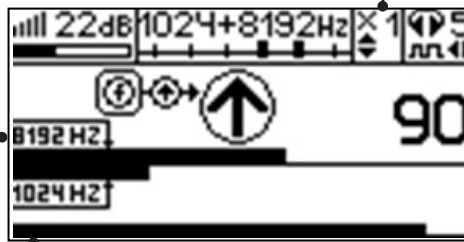

Рис.4.4
4. «Назначение» производится нажатием кнопки **f** при расположении датчика точно над «выделенной» коммуникацией, считающейся «своей». После этого указатель направления сигнала приобретает вид - (↓). При переходе на «чужую» коммуникацию с другим «направлением сигнала» (или при изменении положения датчика на «обратное») раздастся звук и стрелка покажет «направление сигнала - назад (↓)» (рис.4.4)
**Методика:** Производя трассировку с применением ЭМД на низкой активной частоте (512Гц / 1024Гц) (**см. раздел активный трассопоиск**), наблюдать за уровнем сигнала. Локальное повышение и резкое уменьшение уровня указывают на вероятность наличия дефекта изоляции. (**рис. 4.4**) При этом величина сигнала может меняться по различным причинам: положение датчика, глубина залегания кабеля, наличие мешающих конструкций. Поэтому таким методом можно обнаружить лишь «низкоомные» дефекты сопротивлением менее 1кОм.